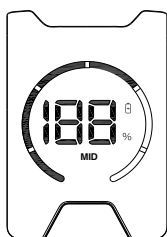

Рисунок 2
2. Нажмите кнопку регулировки скорости, чтобы перейти в режим средней скорости, и на экране дисплея появится слово «MED». В то же время будет отображаться процент количества электроэнергии, синхронизированный с состоянием батареи прибора, а также значок с логотипом количества электроэнергии. Диафрагма будет отображаться на уровне 2/3. (См. Рисунок 2)